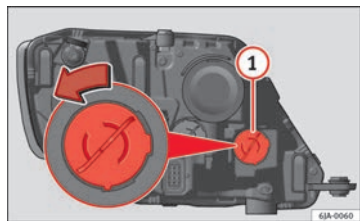

Fig. 157 Sostituzione della lampadina degli indicatori di direzione
- Girare il portalampada ⇒ fig. 157 ① in senso antiorario e toglierlo.